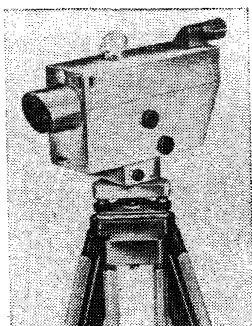

Рис. 14. Нивелир NI 002
3.7. Нивелир Ni 002 (рис. 14) предназначен для производства нивелирования I-го класса, может использоваться при наблюдениях за осадками и деформациями зданий и сооружений, при определении смещения земной коры, при высокоточном монтаже оборудования.